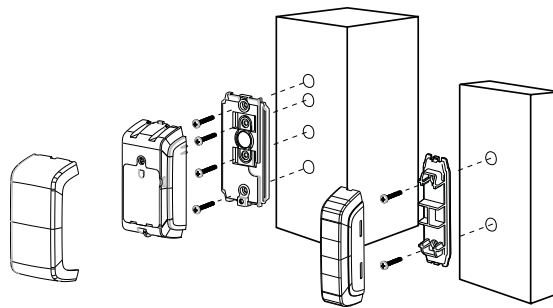

Figura 7: Montaje sobre una superficie plana
4. Marque y taladre la cantidad de orificios necesaria en la superficie de montaje. Véase la figura 7.